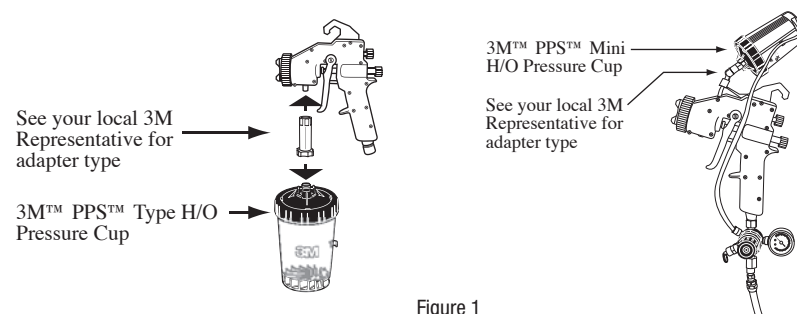
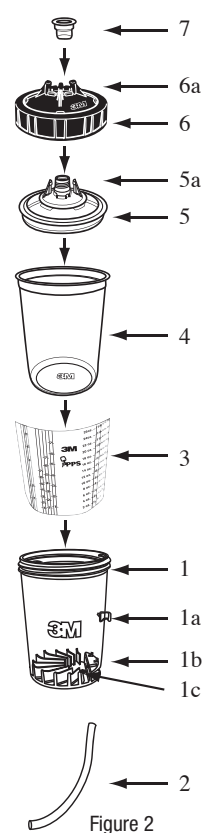

Figure 1
Figure 2
- Il faut un adaptateur de pistolet de pulvérisation SPAP™ 3M™ (vendu séparément) pour fixer le récipient pour pistolet de pulvérisation à pression de type H/O SPAP™ 3M™ au pistolet de pulvérisation. Référence, figure 1
- N'utiliser que des pièces et des accessoires 3M d'origine. Référence, figure 2, liste des composants
1. Insérer au besoin la bande indicatrice de rapport de mélange SPAP™ 3M™ (3) dans le récipient pour pistolet de pulvérisation à pression de type H/O SPAP™ 3M™ (1). Sinon, insérer l'enveloppe SPAP™ 3M™ (4) dans le récipient pour pistolet de pulvérisation à pression de type H/O SPAP™ 3M™ (1) et ajouter la quantité voulue d'enduit à pulvériser (au plus 0,95 L ou 1 pinte).
2. Mettre un couvercle SPAP™ 3M™ (5) sur l'enveloppe SPAP™ 3M™ (4) et appuyer pour fixer.
3. Aligner l'ouverture de l'ensemble manchon à collier de retenue (6) avec les languettes de verrouillage du couvercle SPAP™ 3M™ (5a), puis serrer à la main en tournant dans le sens des aiguilles d'une montre sur le récipient pour pistolet de pulvérisation à pression de type H/O SPAP™ 3M™ (1).
4. Si l'enduit n'est pas pulvérisé immédiatement, on peut insérer un bouchon SPAP™ 3M™ (7) dans le bec du couvercle pour sceller le contenant.
5. Lorsque le contenu est prêt à être pulvérisé, retirer le bouchon SPAP™ 3M™ (7), le cas échéant, et raccorder le pistolet de pulvérisation avec l'adaptateur déjà installé, sur le récipient pour pistolet de pulvérisation à pression de type H/O SPAP™ 3M™. Référence, figure 1
6. Fixer le tuyau d'air comprimé du récipient (2) au pistolet de pulvérisation et l'amener à la prise de pression du récipient pour pistolet de pulvérisation à pression de type H/O SPAP™ 3M™. Le collier de serrage du tuyau (1a) situé sur le récipient peut être utilisé pour tenir fermement le tuyau en place pendant la pulvérisation.